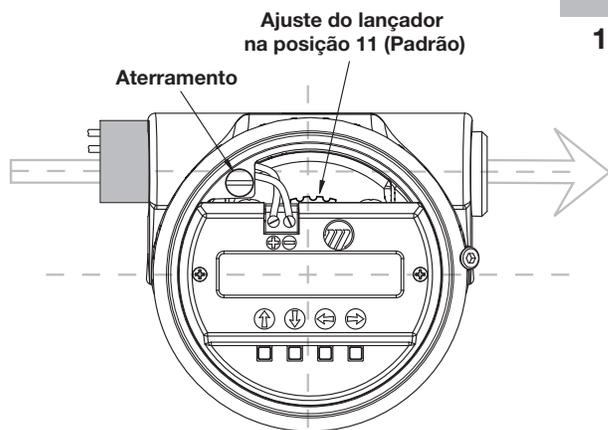
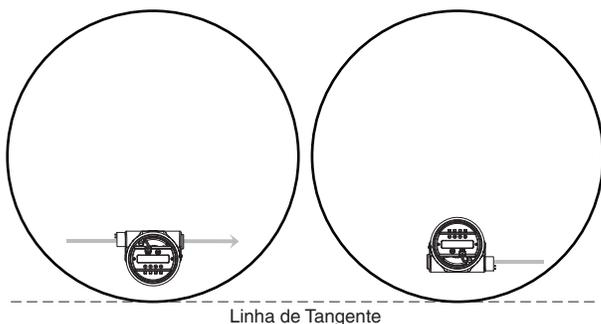

Figura 2
Figura 3
4. Ajuste a posição dos feixes girando o ajuste interno do lançador (Figura 2). Este ajuste é numerado de 1 a 18, de acordo com 10-180 graus de ajuste; 9 é o ponto intermediário. O padrão de polarização é paralelo ao display do transmissor quando o mecanismo de ajuste estiver na posição 11 (padrão de fábrica). Após posicionar o display do transmissor, o lançador deve ser ajustado de modo que o padrão de polarização esteja paralelo a uma linha tangente à parede mais próxima do tanque (Figura 3). Não otimize a Intensidade do Eco em um nível no vaso.